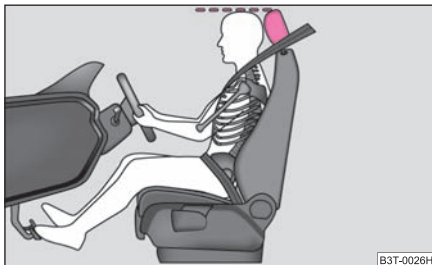

Fig. 112 Reglarea corectă a înălțimii tetierei
- Reglați tetierele astfel încât marginea superioară a tetierei să se afle la aceeași înălțime cu partea superioară a capului dvs. ⇒ fig. 112.
- Reglați tetierele astfel încât marginea superioară a tetierei să se afle la aceeași înălțime cu partea superioară a capului dvs. ⇒ pagina 105, fig. 112.